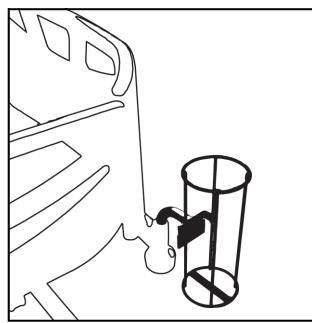
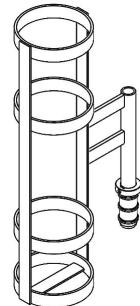

Figura 27 – Instalar o suporte da botija de oxigénio (MM006)
Figura 28 – Instalar o suporte da botija de oxigénio (MM061/
1. Insira o suporte da botija de oxigénio numa das duas mangas para acessórios próximas da extremidade do lado da cabeça (Figura 27, Figura 28).